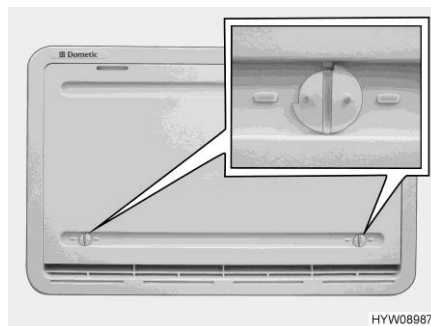

Bild 241 Vinterskydd
Vinterskydd När kylskåpet ska vara i drift vid låga utetemperaturer, rekommenderar tillverkaren användning av ett vinterskydd (Bild 241) för kylskåpets ventilationsgaller.
- Öppna båda lås (Bild 241) (noten står horisontellt).